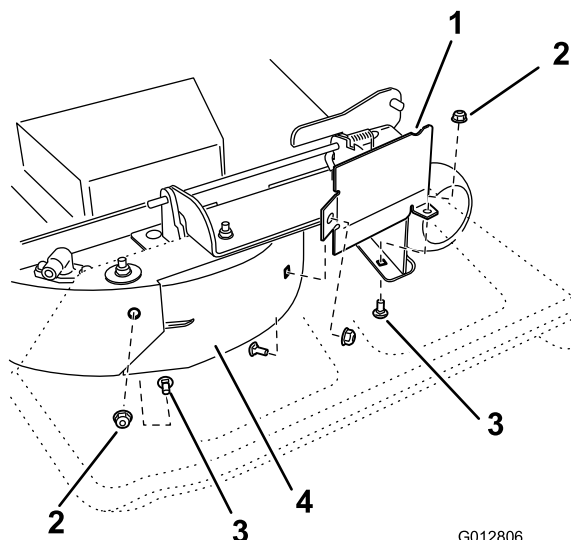

Figura 33
9. Rimuovete il bullone a testa tonda (5/16 x 3/4 pollice) e il dado di bloccaggio (5/16 pollice) che fissano il deflettore al lato posteriore del piatto di taglio (Figura 33).
10. Localizzate la protezione del deflettore davanti all'apertura di scarico laterale. Rimuovete gli elementi di fissaggio che assicurano la protezione del deflettore e il deflettore destro al piatto di taglio come illustrato nella Figura 33. Rimuovete la protezione del deflettore e conservate gli elementi di fissaggio.
12. Montate gli elementi di fissaggio rimossi in precedenza nei fori anteriori nella piastra di scarico e del foro anteriore del piatto di taglio (Figura 33).